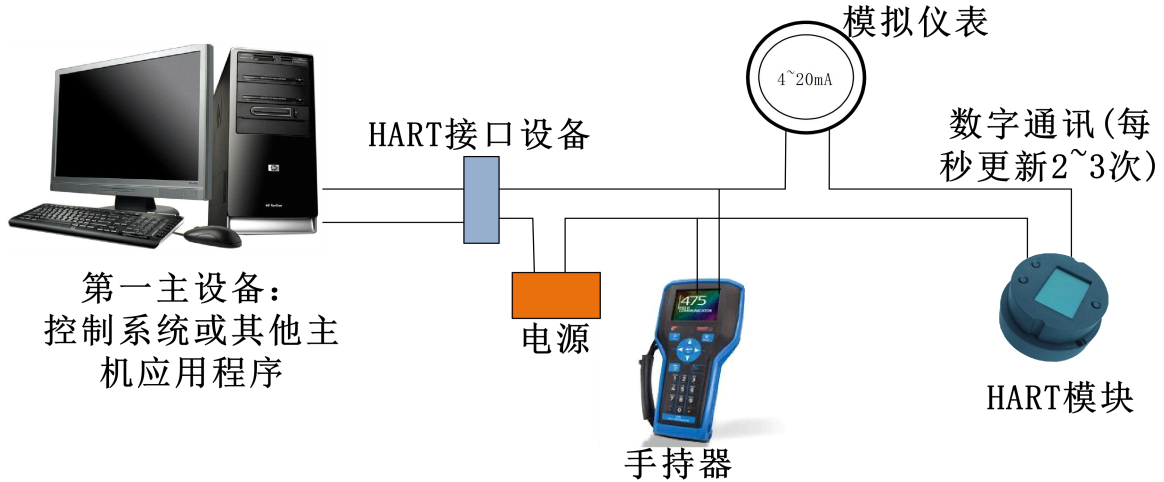

图 8 (4~20) mA 兼容模式
- 4~20mA 兼容模式 (如图 8 所示)
- 4) 接线方式参考图 8；